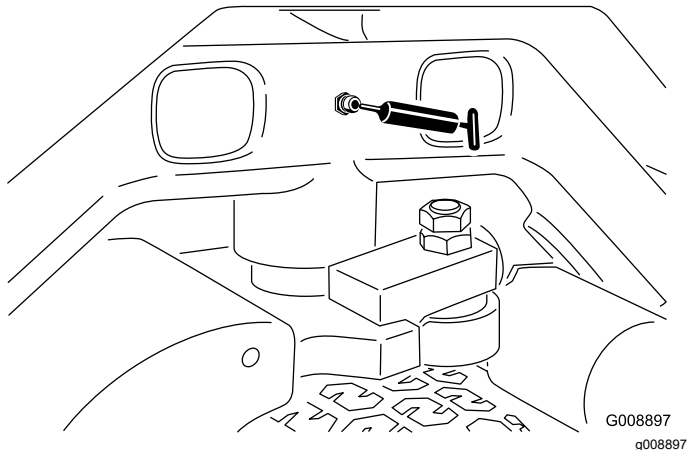

Figura 56
- Perno dello sterzo (Figura 56)